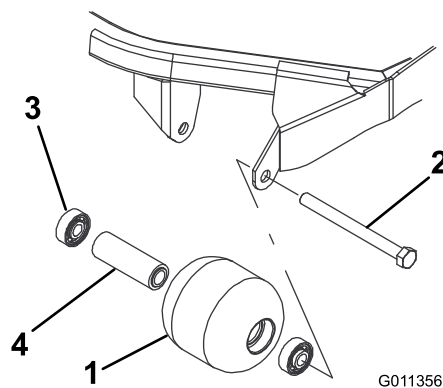

Figura 68
- Retire el perno de montaje del rodillo (Figura 68).
- Inspeccione el alojamiento del rodillo, los cojinetes, y el espaciador del cojinete (Figura 68).
- Introduzca a presión el primer cojinete en el alojamiento del rodillo (Figura 68). Haga presión solamente sobre el anillo de rodadura exterior, o de forma igual sobre el anillo exterior y el interior.
- Introduzca el espaciador (Figura 68).
- Introduzca a presión el segundo cojinete en el alojamiento del rodillo (Figura 68), haciendo presión de manera uniforme sobre el anillo de rodadura interior y el exterior hasta que el anillo de rodadura interior entre en contacto con el espaciador.